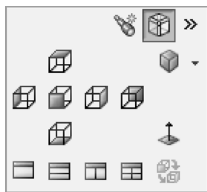

图 1-8 视图定向选择下拉菜单
- “视图定向”按钮单击该按钮后，将弹出视图定向选择下拉菜单，如图 1-8 所示，通过单击此菜单栏中的按钮，可将视图调整到上、下、左、右、前、后和轴测视图（或多视图方式）进行显示。单击“正视于”按钮后，可选择模型的某个面，以显示正